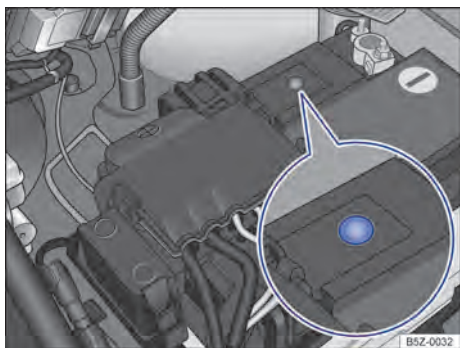

Fig. 176 No compartimento do motor: exemplo de posição do visor no lado superior da bateria do veículo.
- O visor redondo → Fig. 176 na parte superior da bateria do veículo muda de cor conforme o nível do eletrólito.